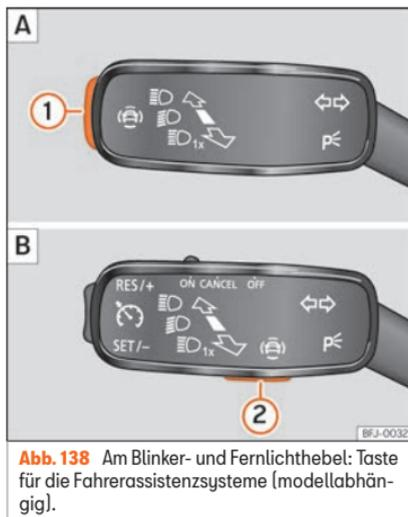

Abb. 138 Am Blinker- und Fernlichthebel: Taste für die Fahrerassistenzsysteme (modellabhängig).
- Taste »» **Abb. 138** ① oder ② kurz drücken, um das Menü **Assistenten** aufzurufen.